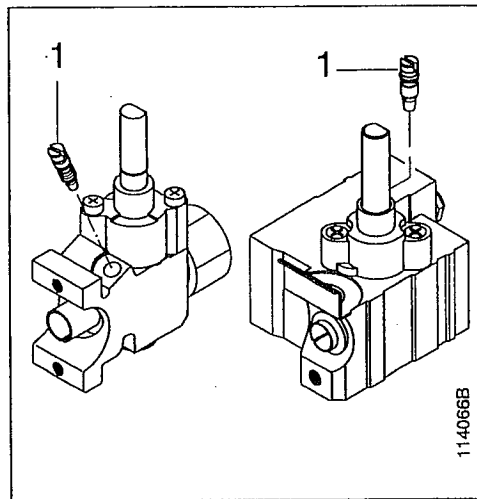

Figure 5
- S'assurer que la flamme ait environ 3-4 mm de long. En cas de besoin, enlever la manette et agir sur la vis de réglage (1) indiquée en fig. 5.